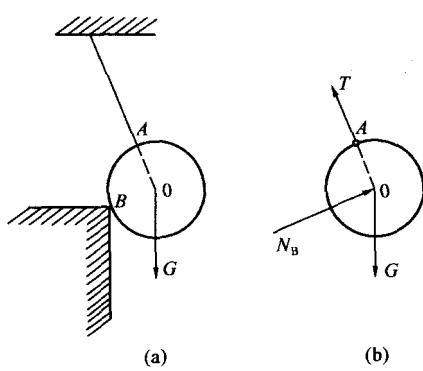

图 1-1-14
**【例 1-1-1】** 重量为  $G$  的小球如图 1-1-14 (a) 所示，试画出小球的受力图。
**【解】** (1) 取小球为研究对象。
(2) 小球受到的主动力为通过球心的重力  $G$ 。
(3) 约束反力为绳索的拉力  $T$  及光滑面的约束反力  $N_B$ 。 $T$  通过接触点，沿绳索的中心线，只能是拉力（背离小球）； $N_B$  通过接触点，沿接触面的公法线，只能是压力（指向小球）。将  $G$ 、 $T$ 、 $N_B$  全画在小球上，就得到小球的受力图。如图 1-1-14 (b) 所示。